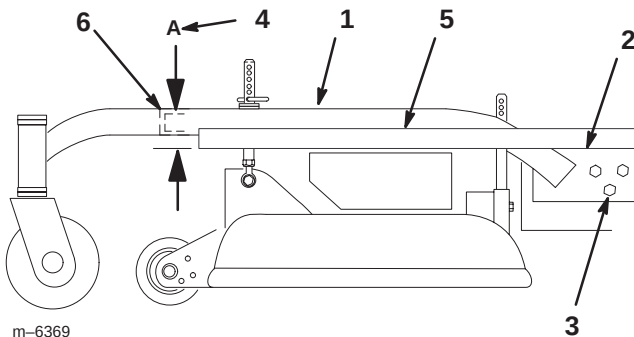

Bild 45
3. Legen Sie eine lange Abziehlplatte auf die Oberseite des Motorchassis, siehe Bild 45.
4. Messen Sie am Querrohr des Chassisrahmens die Höhe **A** (Bild 45). Dieser Wert muss 33 mm plus oder minus 6 mm betragen.
6. Lösen Sie die Befestigungsschrauben des Chassisrahmens an beiden Seiten der Maschine (Bild 45).
7. Fluchten Sie den Chassisrahmen und das Motorchassis an Stelle **A** auf 33 mm plus oder minus 6 mm (Bild 45) aus.